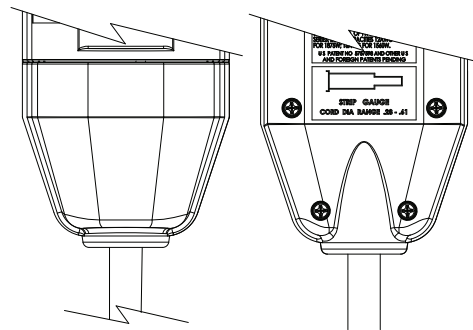

FIG. 3
7. Install the output wiring cover with the mating screws as shown in Figure 3, making sure to alternate between them until the cover is tightly secured.
7. Installez le couvercle de sortie de fil avec les vis de serrage comme illustré à la Figure 3, en alternant le serrage entre elles jusqu'à ce que le couvercle soit fermement ajusté.